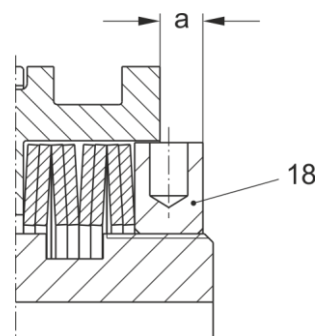

Bild 12
1. Gewindestift (19) entfernen.
3. Durch das Verdrehen der Nachstellmutter (18) Maß "a" nach Bild 12 einstellen.
4. Einstellung eventuell korrigieren, bis ein Gewindeloch für Gewindestift (19) auf eine der vier Nabennuten trifft.
5. Gewindestift (19) in Nabennute eindrehen.